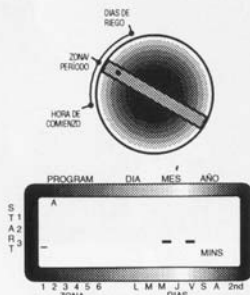

Figure 6: Station Duration for A Program
- ◆ Pase el selector rotativo a la posición de **ZONA/PERÍODO** en el Programa A o el B. El indicador mostrará el programa que haya escogido usando una "A" o "B" y los **—** minutos y el cursor que está titilando a la zona 1. [Fíjese en la ilustración 6]